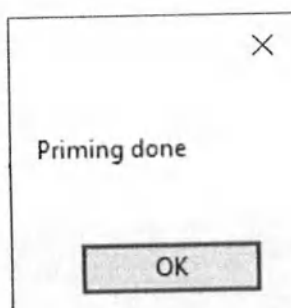

Рисунок 61
9.5.7.6 Когда после работы шприцевого насоса появится сообщение, показанное ниже, нажмите кнопку «ОК» и закройте окно [Рисунок 61].